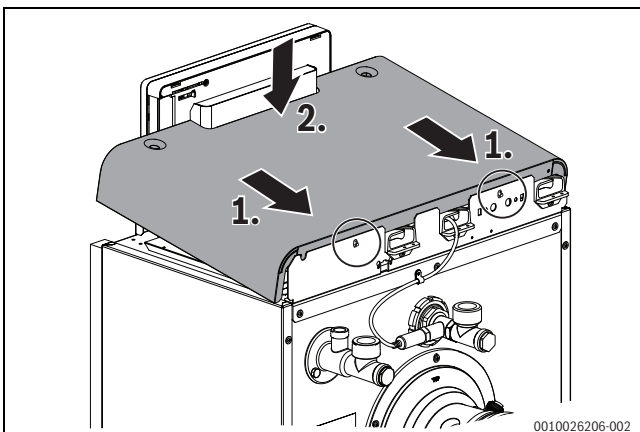

Bild 24 Kesselhaube montieren
- Kesselhaube mit den Pins in die Rückwand einsetzen und nach unten klappen (→Bild 24)